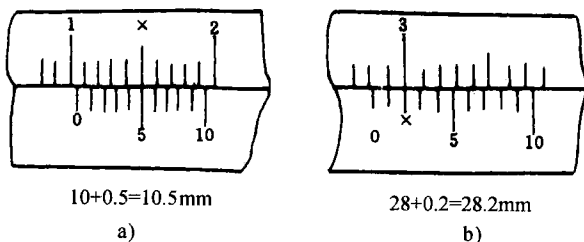

图 1-1-4 0.1 游标卡尺读数方法
(1) 第一步, 在主尺身上读位于游标零线左面的毫米 (mm) 尺寸数, 为测量结果的整数部分。
(2) 第二步, 读出游标上与尺身上刻线对齐的刻线数值, 此数值和间隔差值 I 的乘积为小数部分。 I 为卡尺的精确度。卡尺的精确度分为 0.1mm、0.02mm、0.05mm 3 种。
(3) 第三步, 把整数部分与小数部分相加即为测量结果。以 0.1 游标卡尺为例说明读数方法, 见图 1-1-4。